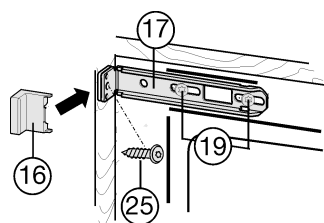

Fig. 28
- ▶ Afloje un poco los tornillos Fig. 28 (19).
- ▶ Atornille la escuadra de fijación Fig. 28 (17) superior con el tornillo para tablero de partículas Fig. 28 (25) $\varnothing 4 \times 19$ en la pared del mueble.
- ▶ Rompa el extremo que sobresale de la cubierta Fig. 28 (16).
- ▶ Apriete los tornillos Fig. 28 (19).
- ▶ Coloque la cubierta Fig. 28 (16).